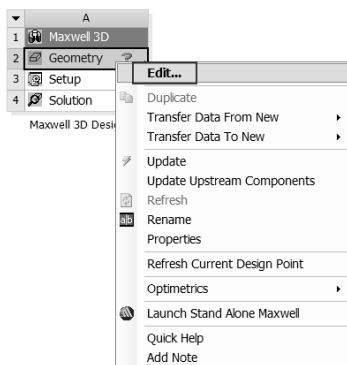
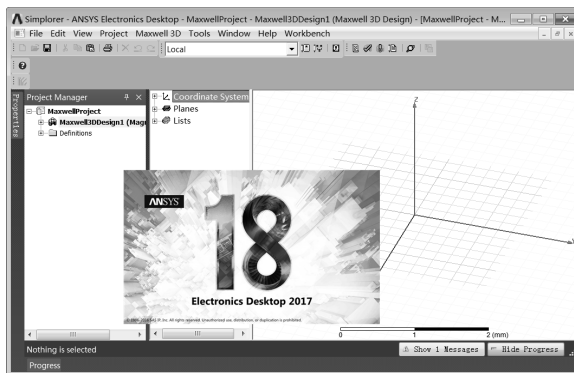

图 19-5 启动 Maxwell
图 19-6 Maxwell 3D 界面
Step2: 打开 Maxwell 3D 软件。在表 A2 (Geometry) 中右击会弹出如图 19-5 所示的快捷菜单,从中选择 Edit 命令启动 Maxwell 3D 软件,在 Workbench 18.0 中,Maxwell 模块集成于 Electronics Desktop 2017 中,启动界面如图 19-6 所示。